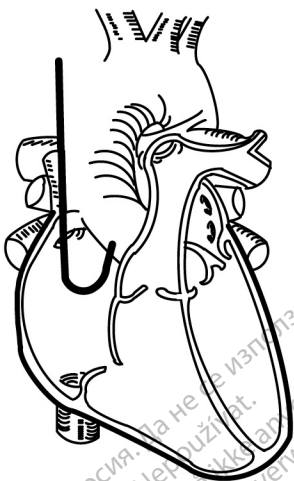

Figure 9. Mise en place atriale
4. Tirer délicatement sur l'ensemble sonde/mandrin au niveau du site d'entrée veineux afin de s'assurer que l'extrémité de la sonde est bien en contact avec l'endocarde. Le positionnement peut être jugé satisfaisant lorsque l'extrémité de la sonde est située contre l'endocarde dans l'oreillette (Figure 9 Mise en place atriale en page 22).